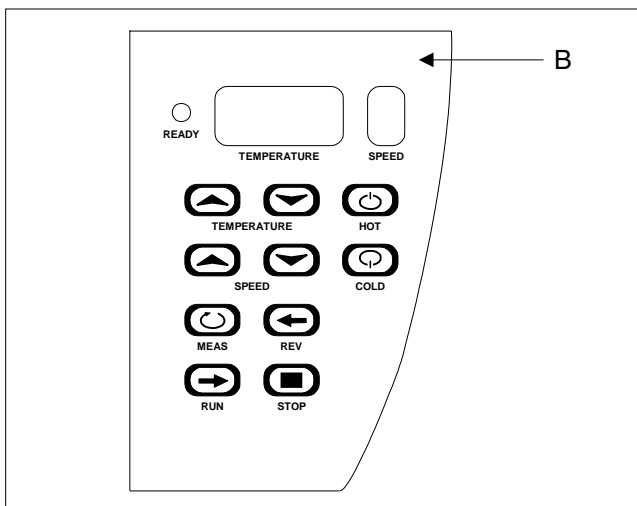

Fig. 2
**B. CONTROL PANEL:** Fig. 2
**B. PANNELLO DI CONTROLLO:** Fig. 2